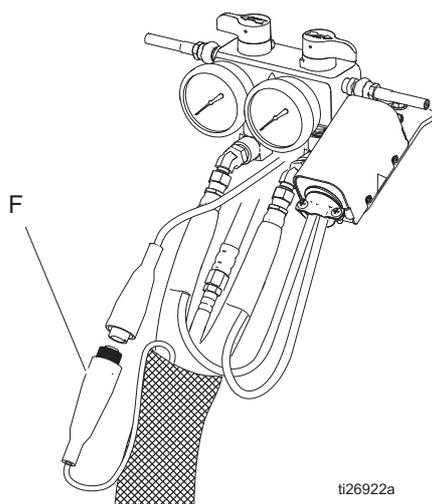

Рис. 11. Шланг с подогревом
3. Отсоедините кабель (F) датчика температуры жидкости от дозатора Reactor (см. Рис. 11).